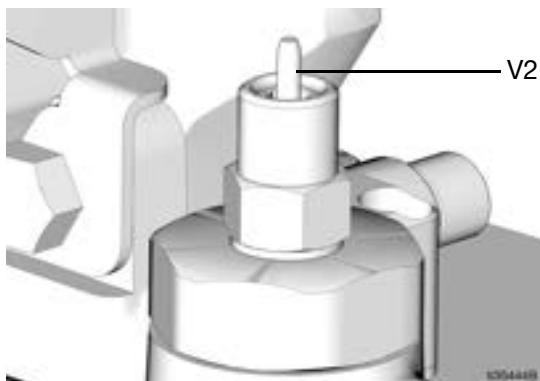

FIG. 16
- Compruebe si la ventilación del respiradero (J) funciona bien antes de llenar el tanque (K).
- No llene el tanque (K) más del puerto de rebose (H).
- No use el respiradero (J) como puerto para llenar el tanque.
- Ponga en marcha la bomba de la estación de llenado remoto (AA).
- Cuando el tanque (K) esté lleno:
- La bomba de la estación de llenado remoto (AA) se para en presión (sin flujo),
- la clavija de desconexión de llenado automático (v2) sube tal y como se muestra en la FIG. 16,